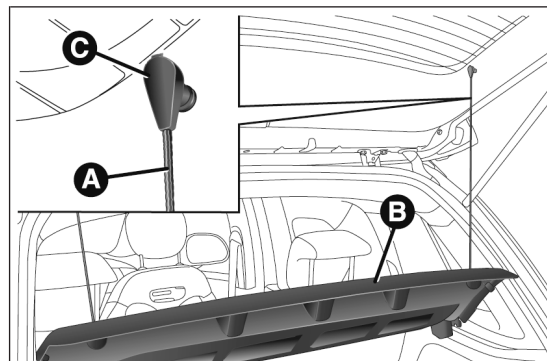

fig. 83
- dégager les extrémités des deux tirants A fig. 83 qui soutiennent la plage arrière B en extrayant les œillets C des axes de support ;